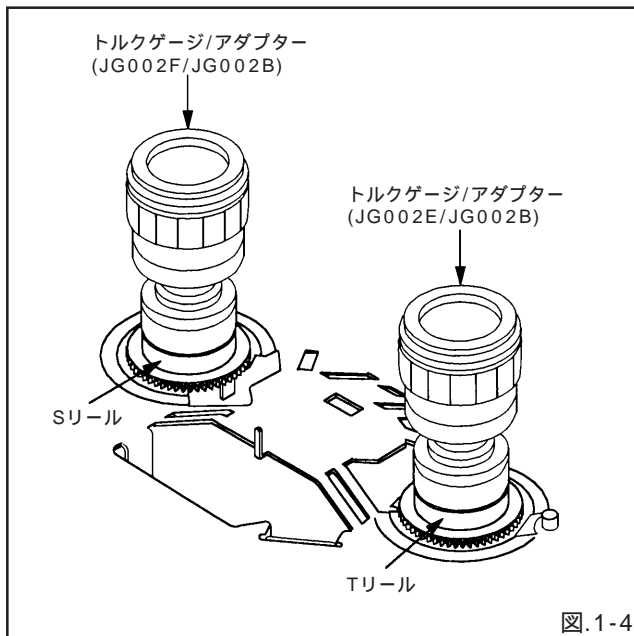

図.1-4
2. トルクゲージ(JG002F)とアダプター(JG002B)をSリールに取り付け、巻き戻しモードにします。(図.1-4参照)
(Sリール側ブレーキ) (図.1-4参照)
(Tリール側ブレーキ) (図.1-4参照)